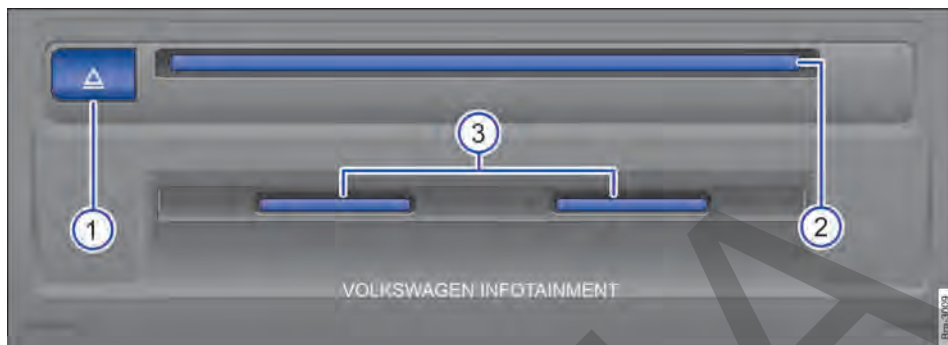

Fig. 161 Unidad multimedia externa: en la guantera.
Legenda para → fig. 161:
- Después de la solicitud, insertar el CD en la entrada para CD de la unidad de CD → **fig. 161** ② hasta que se introduzca automáticamente hacia adentro.
- Pulsar la tecla de eyección **[E]** → **fig. 161** ①.
En la entrada de tarjeta SD → **fig. 161** ③ solo se pueden introducir tarjetas SD con las siguientes dimensiones: 32 mm x 24 mm x 2,1 mm (1,26 x 0,94 x 0,083 pulgadas) o 32 mm x 24 mm x 1,4 mm (1,26 x 0,94 x 0,055 pulgadas).